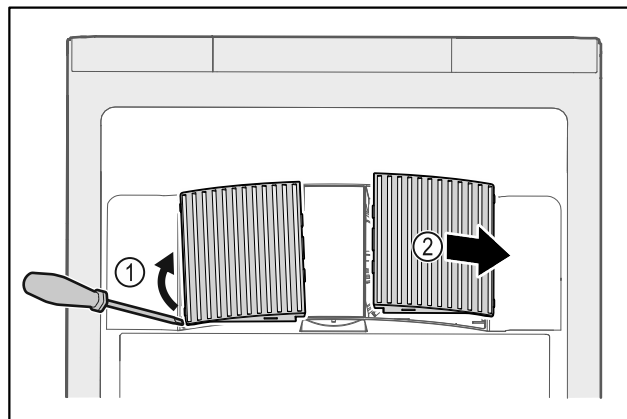

Fig. 177
► Estrarre con cautela i coperchi delle ventole dai lati Fig. 177 (1) e rimuoverli in avanti Fig. 177 (2).